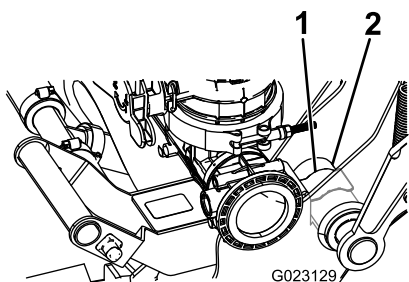

Figura 13
- D. Împingei până ce clemă arcului se prinde peste tubul pivotului, conform indicațiilor din Figura 13.